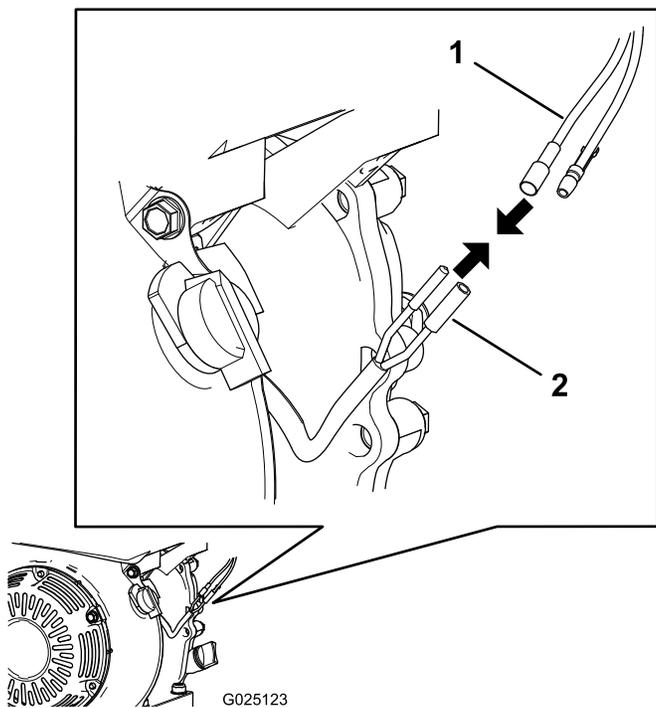

Bild 5
8. Verbinden Sie den Kabelbaum des kabellosen Betriebsstundenzählers mit den Leuchtwendeldrähten (Bild 5).